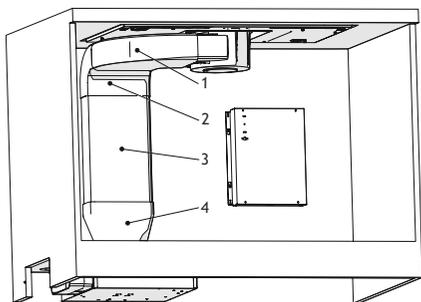

Fig. 24
9. ➔ ■ Collegare lo scarico dell'aria dell'apparecchio e l'aspirazione dell'aria della scatola del motore tramite tubi in plastica forniti (Fig. 24).